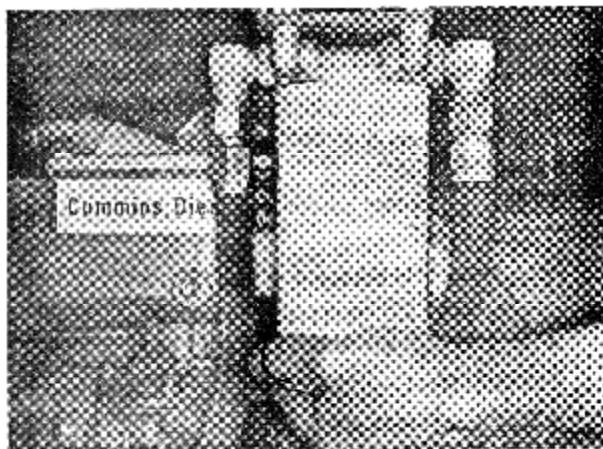

Рис. 2-19 (V11909) Замена топливного фильтра накручивающегося типа
1. Отвинтить и снять фильтр накручиваемого типа. Рис. 2-19 и 2-20.